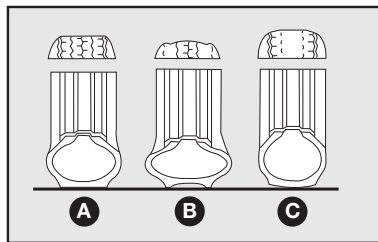

fig. 24
**Uma pressão errada provoca um desgaste anormal dos pneus fig. 24.**